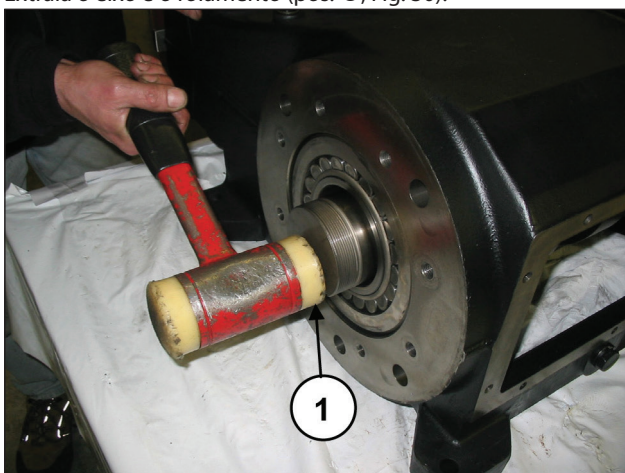

Fig. 29
Retire o eixo de manivela com o auxílio de um mecanismo de percussão do lado da PTO (pos. ①, Fig. 29).